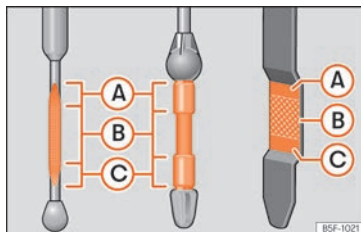

Fig. 202 Jauge d'huile moteur
- Puis retirez-la à nouveau et vérifiez le niveau d'huile » fig. 202. Faites l'appoint d'huile moteur si nécessaire.
- Dès que le niveau d'huile atteint la zone » » **fig. 202 (B)**, revisez soigneusement le bouchon de l'orifice de remplissage » » **!**
Ne démarrez pas le moteur si le niveau d'huile se trouve au-dessus de la zone » » fig. 202 (A). Risque d'endommagement du moteur et du catalyseur ! Prenez contact avec un atelier spécialisé.
Le niveau d'huile ne doit en aucun cas dépasser la zone » » fig. 202 (A). Sinon, de l'huile risque d'être aspirée par l'aération du carter-moteur et d'être rejetée dans l'at-